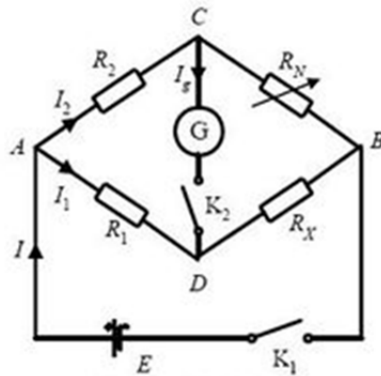

图 1：惠斯通电桥电路
**惠斯通电桥：**是惠斯通 1843 年提出的电桥电路。它由四个电阻和检流计组成， $R_N$  为精密电阻， $R_X$  为待测电阻（图 1）。接通电路后，调节  $R_1$ 、 $R_2$ 、 $R_N$ ，使检流计电流为零，电桥达到平衡，此时有  $R_X = R_1 \times R_N / R_2$ 。通过交换测量法（交换  $R_N$  与  $R_X$  的位置，不改变  $R_1$ 、 $R_2$ ）得出  $R_X$  当